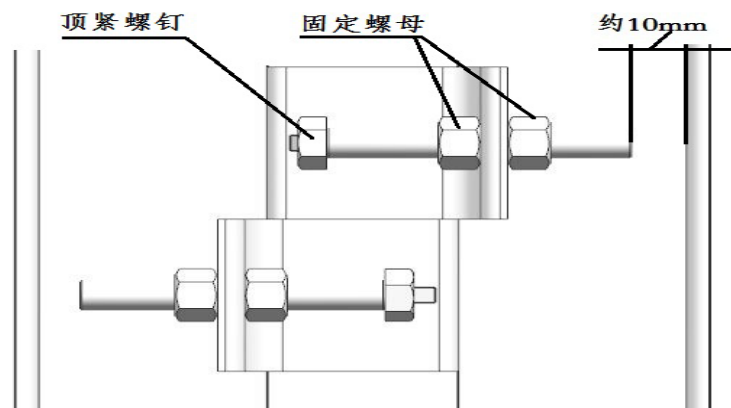

图 3.9
(7)、将测量板下所有固定顶紧螺钉的螺母都先拧松，然后再将顶紧螺钉拧松至离开测量板约 10mm，调节顶紧螺钉完成后须将固定螺母重新拧紧（见图 3.9）；